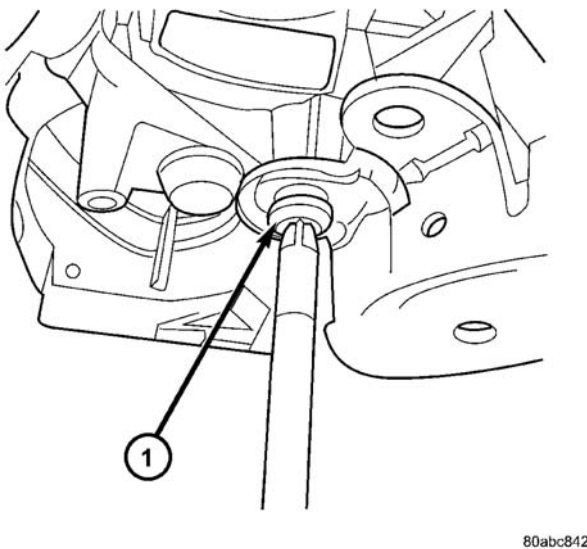

图 308 电磁线圈固定螺钉
- (6) 拆下两个电磁线圈与转向管柱连接螺钉（图 308）。